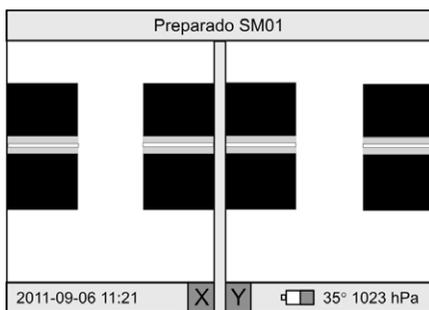

Figura 5.-
- Ejes X e Y en horizontal. Figura 5.-